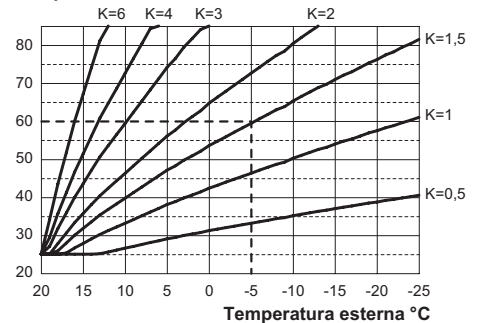

Figura 5.24
Se alla caldaia **È COLLEGATO** il comando remoto (opzionale) riferirsi alla Figura 5.24. In questo caso il settaggio del coefficiente K deve essere fatto da remoto.
Es. Per avere una temperatura di mandata all'impianto di riscaldamento di 60°C con una esterna di -5°C si deve settare un K di 1,5 (linea tratteggiata in Figura 5.24).
- Utilizzando i tasti 11 o 12 è possibile modificare il valore del parametro 15 da un minimo di **01** ad un massimo di **60** in base alla curva scelta del coefficiente K in Figura 5.24 (il valore letto sul display corrisponde a valori decimali di coefficienti K). Sul display compare la scritta **"SET"** (Figura 5.28).